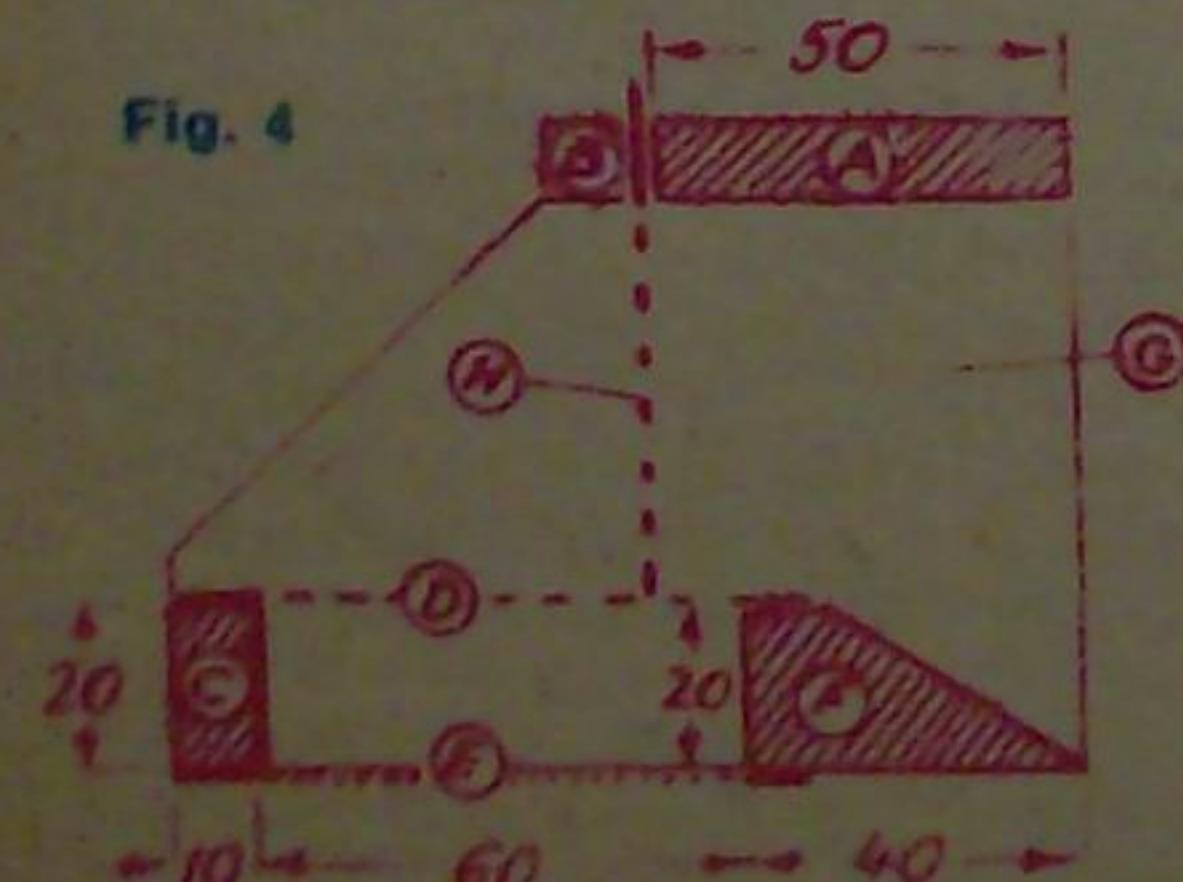
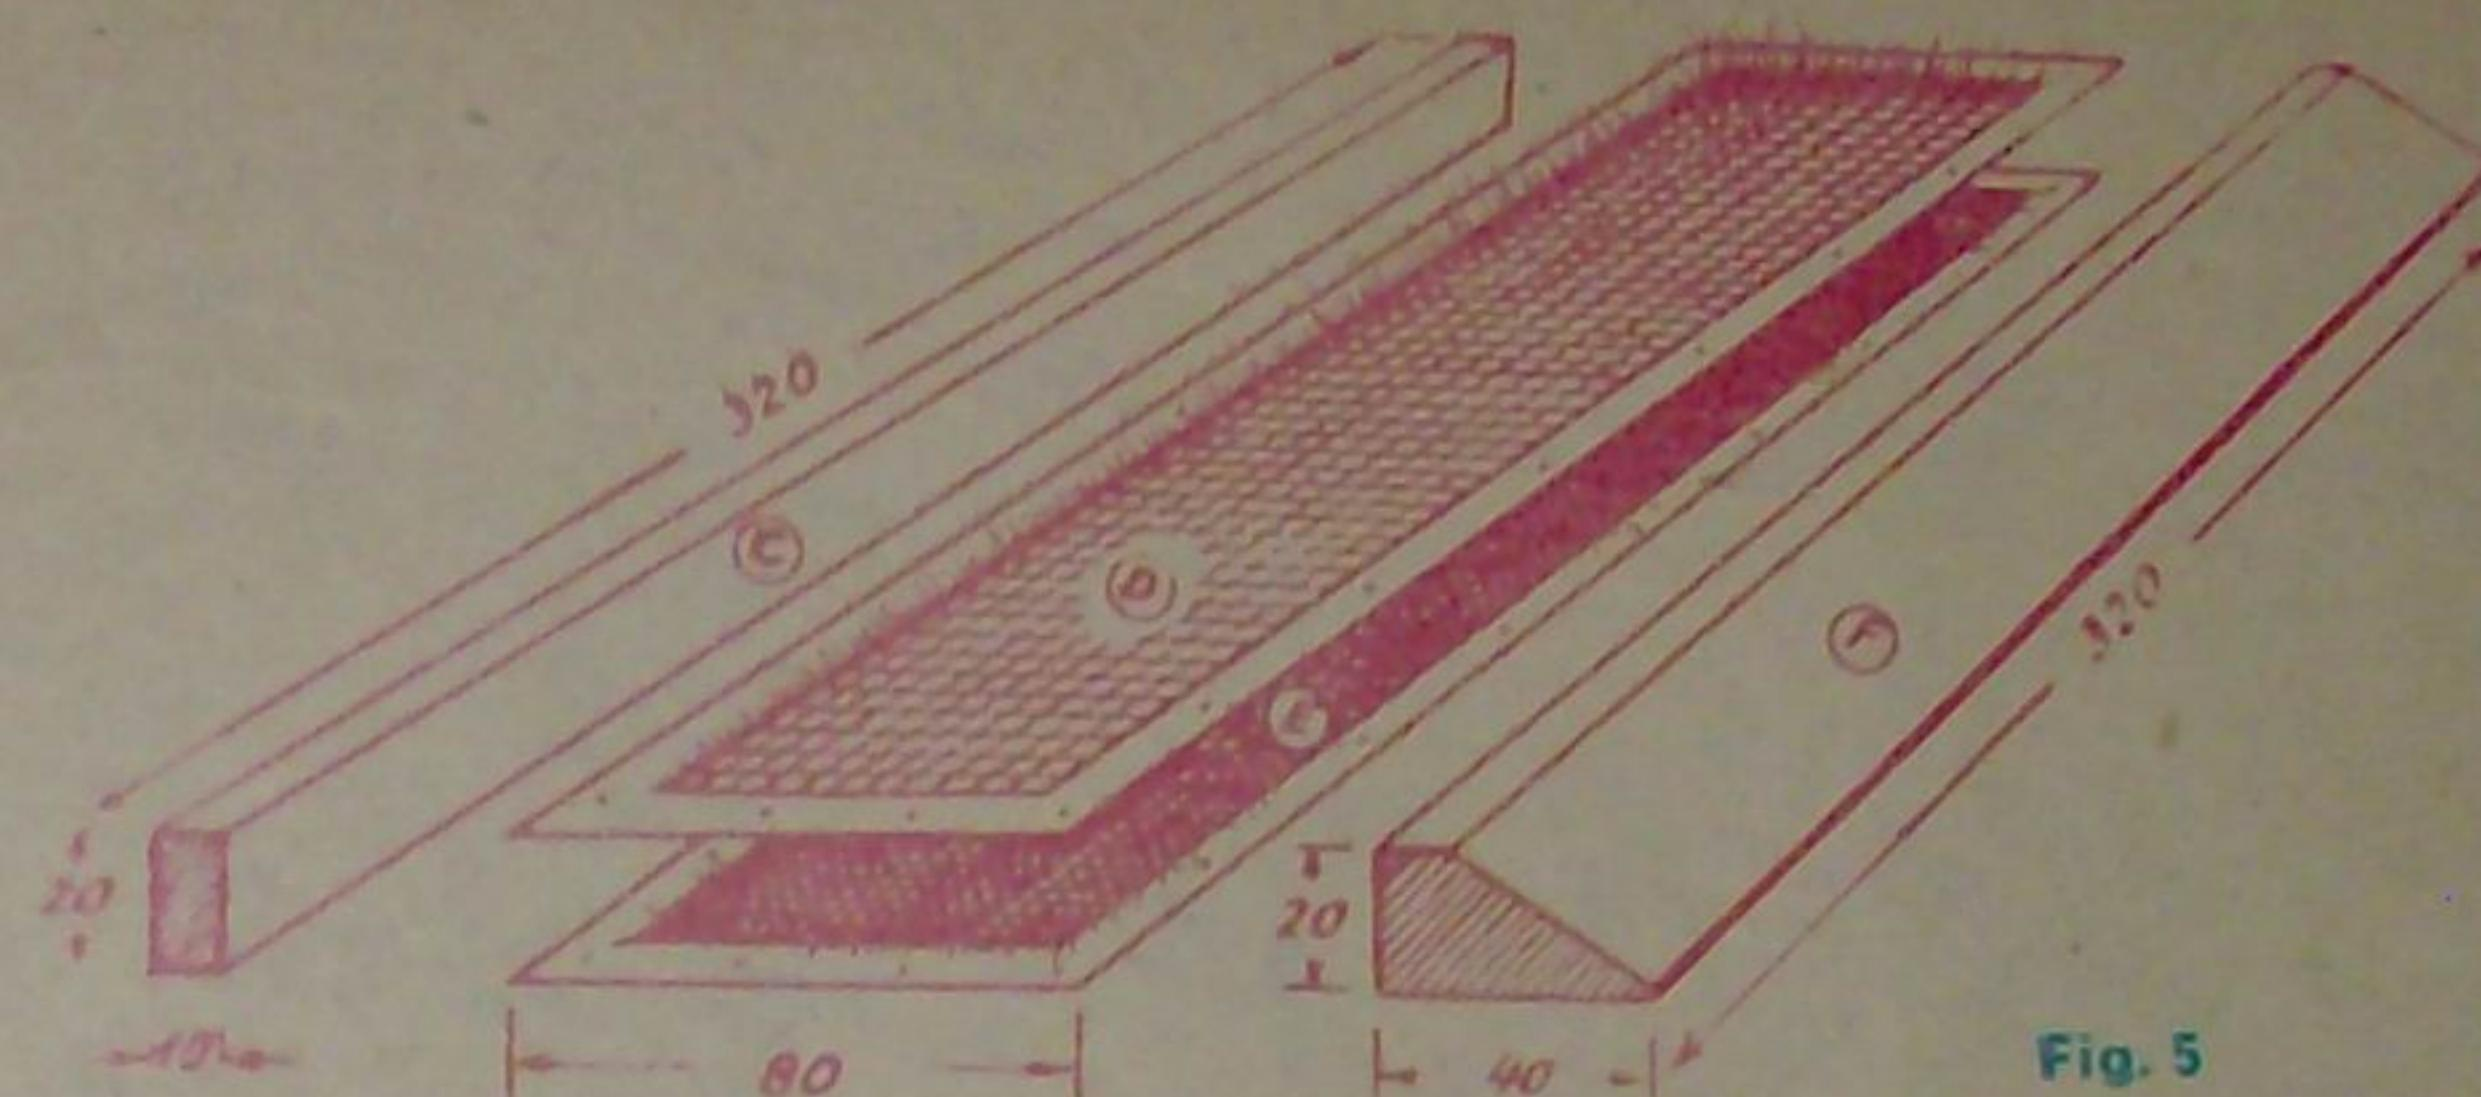
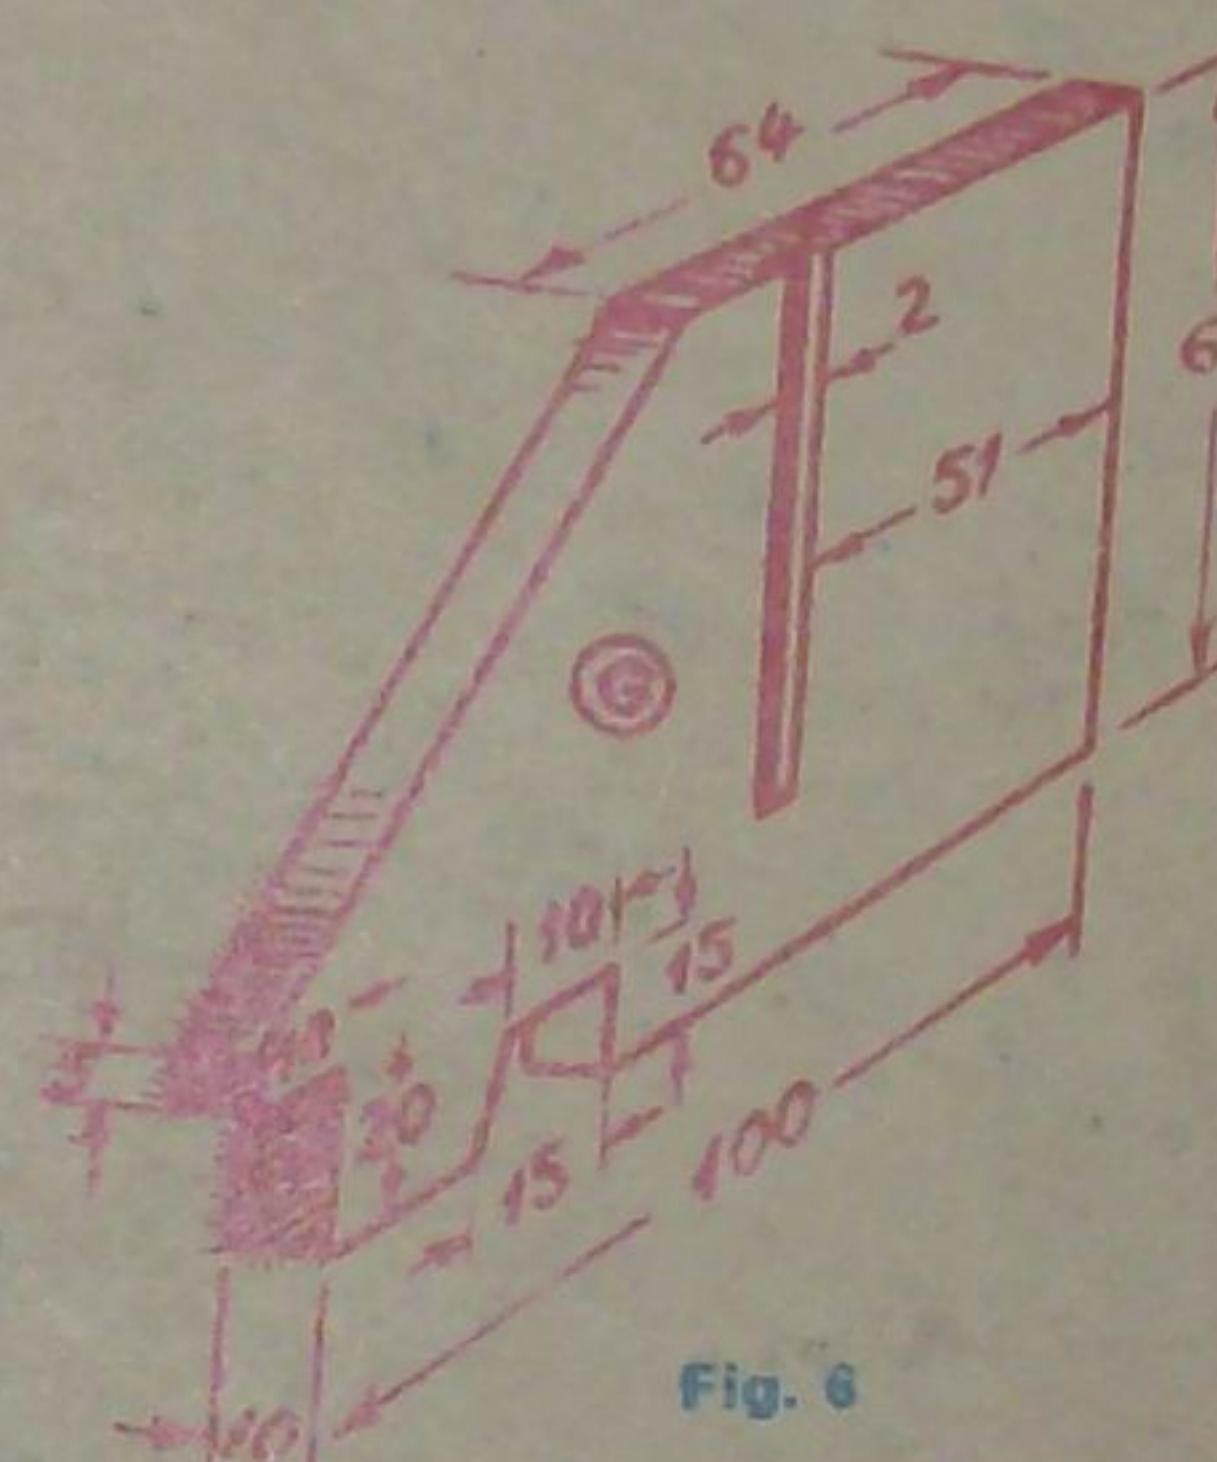
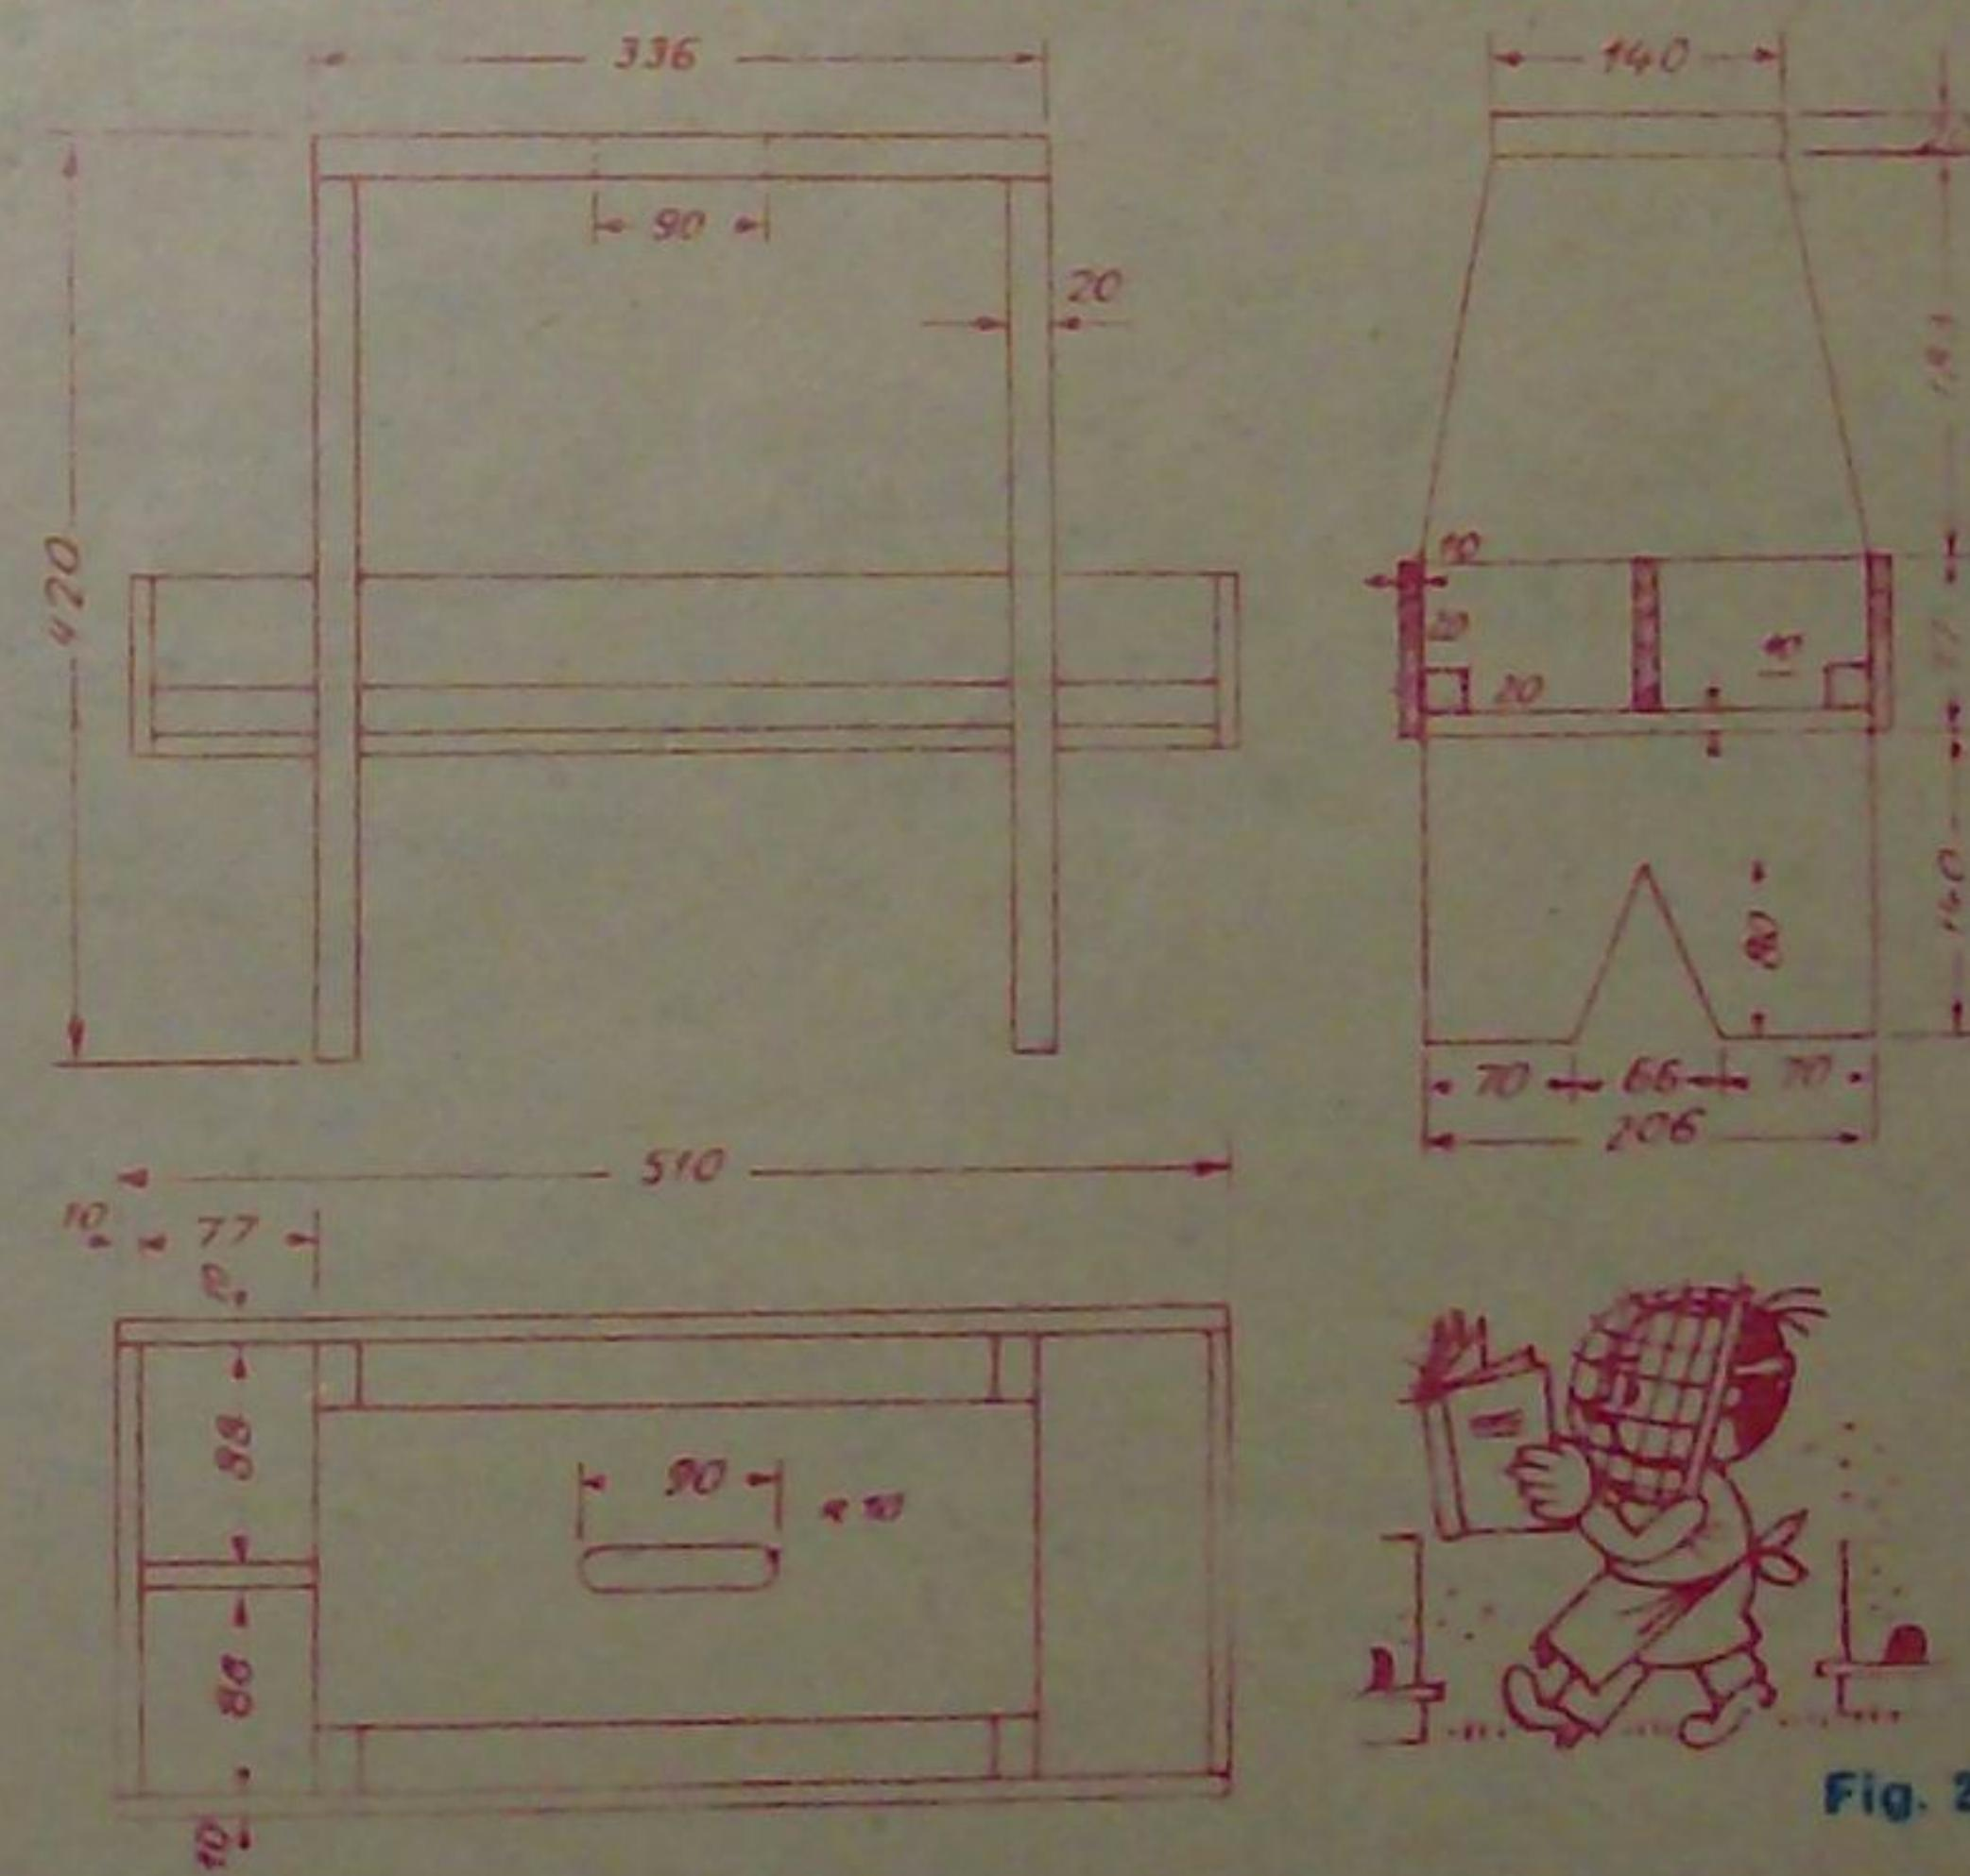

Fig. 4
Fig. 5
Fig. 6
Fig. 2
Propunem micilor apicultori să construiască colectorul de polen din fig. 2. Colectorul de polen este constituit din doi pereți laterali (G) confacționați din lemn cu profilul și dimensiunile redată în fig. 6. La partea inferioară a pereților se fixează piesele C, D, E și F prezentate în fig. 5 care se dispun conform secțiunii din fig. 4. Piese C și F sunt confectionate din lemn. Piezele D și E sunt doar site din răsă de sîrmă zincată, prima cu ochiuri de 3 mm, iar a doua cu ochiurile de 1 mm, care se fixează pe părțile de lemn cu ajutorul uror strânsor din tablă zincată cu grosimea de 0,4 mm și lățimea de 8 mm. În partea superioară a pereților laterali se fixează piezele A și B din fig. 2, confectionate tot din lemn, între care se lasă un spațiu de 4 mm, necesar glisării pielei active (placa prevăzută cu orificii). Piesa activă reprezintă o placă din folie de P.V.C. cu grosimea de 0,4–0,5 mm, în care, cu ajutorul unei predele
Din schițele prezentate în fig. 2 rezultă forma pieselor componente și dimensiunile acestora în milimetri.